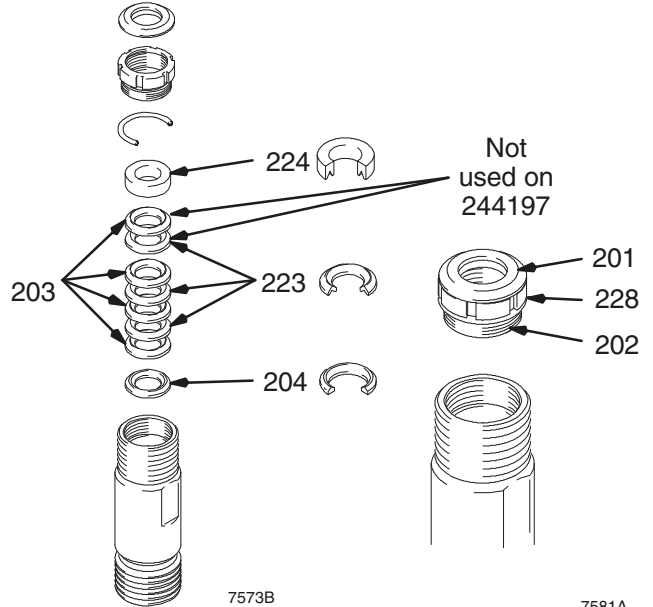

Fig. 11
Fig. 11. Dränk in alla lädertätningar i SAE 30W-olja under minst 1 timme före montering. Sätt på hanförskrivningen (204). Placera omväxlande UHMWPE- (203) och läder- (223) tätningar (notera inriktningen). Montera hanförskrivningen (224). Montera tätning (201), tätningsskiva (202) och halsjusteringens distans (228).